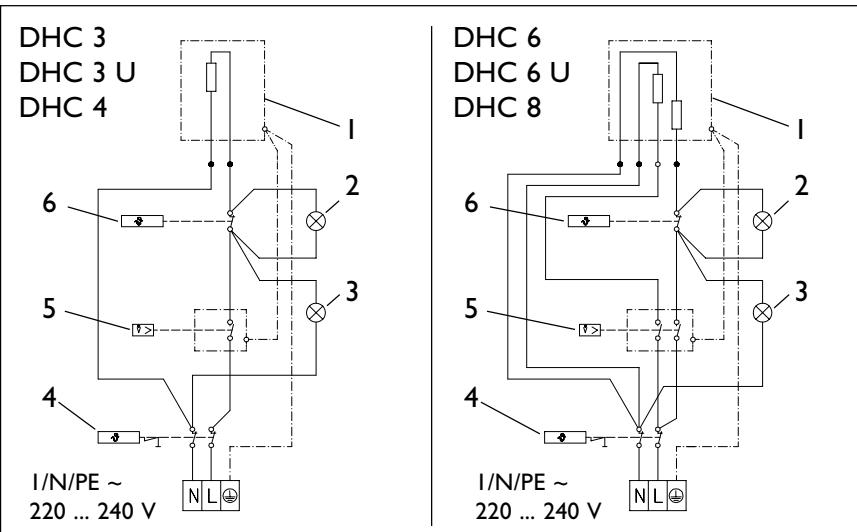

Рис. 14
Прибор должен быть заземлен (см.рис. 14).
### Пояснения к рис. 14
- Осуществить электрическое подключение в клеммной коробке (поз. 10) в соответствии с электрической схемой на рис. 14 и завинтить винты кабельного зажима.
- Подготовить провод (поз. 11) для электрического подключения в клеммной коробке (поз. 10) в соответствии с электрической схемой на рис. 14.
- Стационарно проложить провод (поз. 15) для электрического подключения в клеммной коробке (поз. 16) в соответствии с электрической схемой на рис. 14.
- Электрическое подключение в клеммной коробке (поз. 10) осуществить в соответствии со схемой на рис. 14.